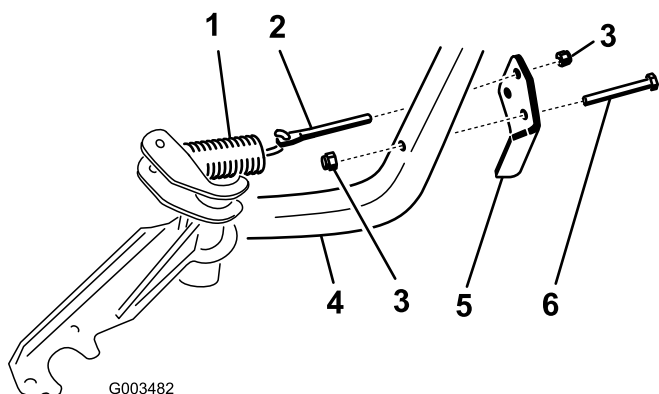

Рисунок 6
Примечание: Расположите шток пружины, как показано на Рисунок 6.
- Примечание:** Расположите кронштейны пружин, как показано на Рисунок 6.